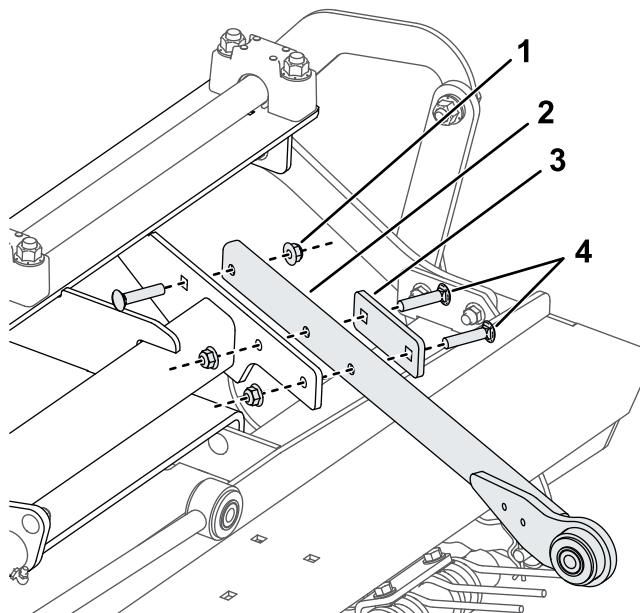

図3
1. プッシュアームをマルチツールに仮止めするクランププレートとキャリッジボルト $\frac{3}{8} \times 1\frac{3}{4}$ "を使用して図3のように取り付ける。